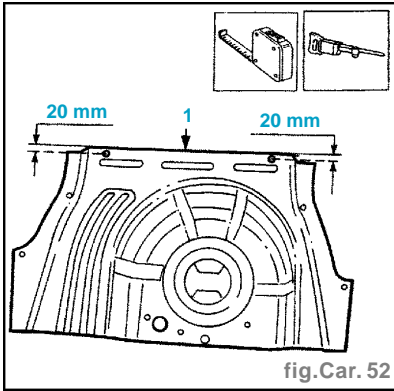

fig. Car. 52
- Utiliser la machine à épouiser et désépouiser les points de soudure mis en évidence par l'illustration (2).
- Utiliser la perceuse et enlever les points de soudure mis en évidence par l'illustration (3).
- Utiliser le burin et le marteau, détacher les points de soudure et déposer la découpe de tôle (4).
- Effectuer l'intervention au banc de travail et couper la découpe en respectant les cotes indiquées par l'illustration, afin de maintenir un tracé de tôle superposé au véhicule (fig. Car. 52).